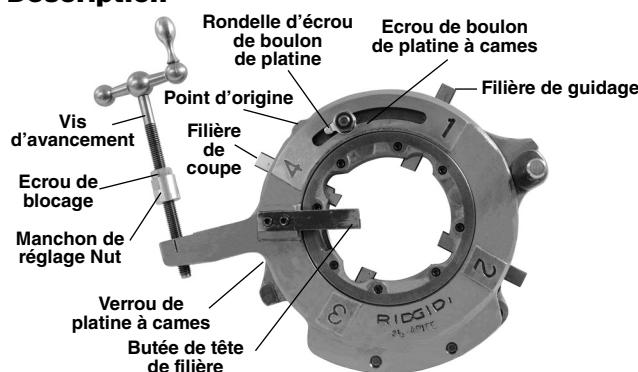

Figure 1 – Tête de filière de rainurage n° 725
- Déplacez le boulon de la platine à came jusqu'à aligner le repère dimensionnel voulu sur le point d'origine. Au besoin, réglez l'insertion de la filière pour permettre son mouvement. La languette de la rondelle devrait s'engager du côté gauche du logement (Figure 1). Serrez l'écrou du boulon de la platine à came.